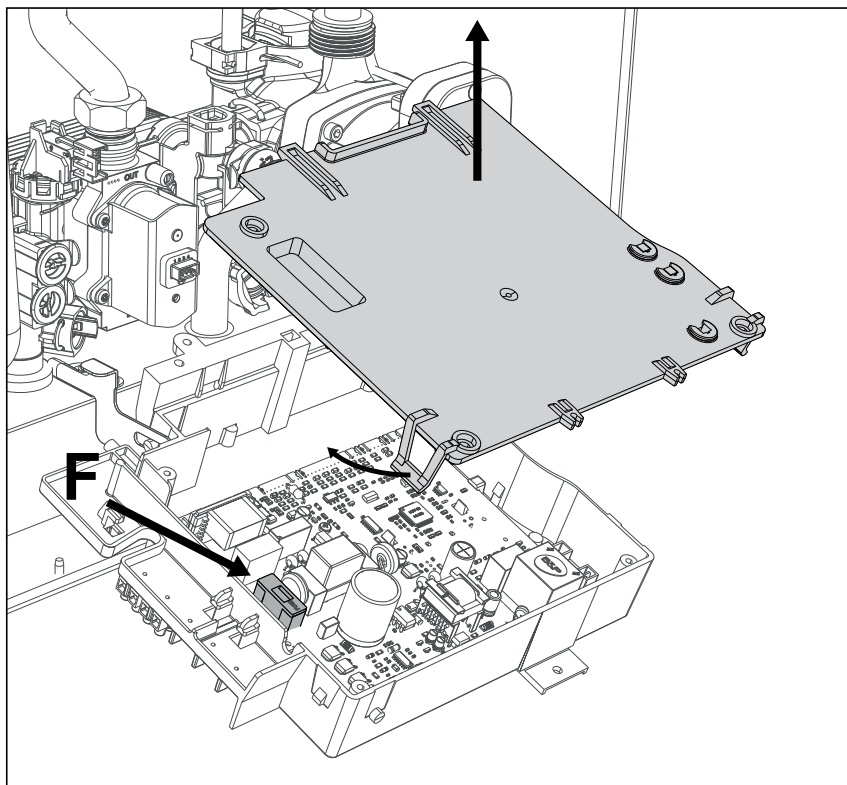

fig. 20
Seguendo le indicazioni di fig. 20, è possibile accedere al fusibile (F).
Configurazione Interruttore ON/OFF (A fig. 20)